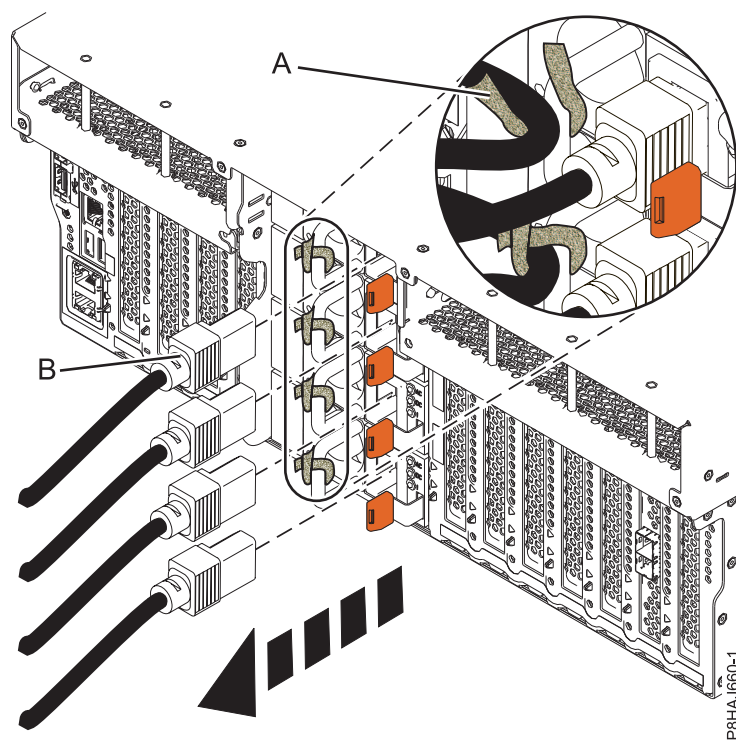
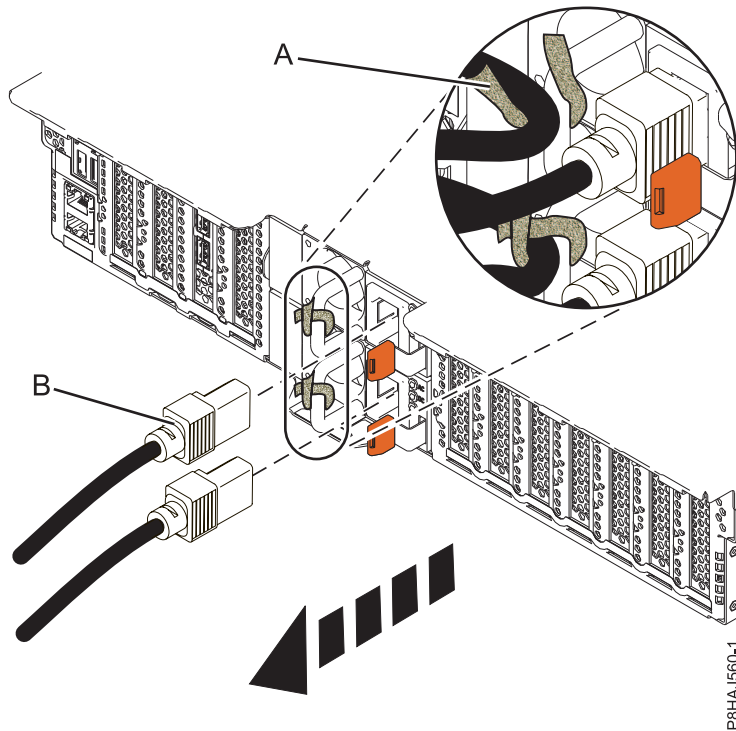
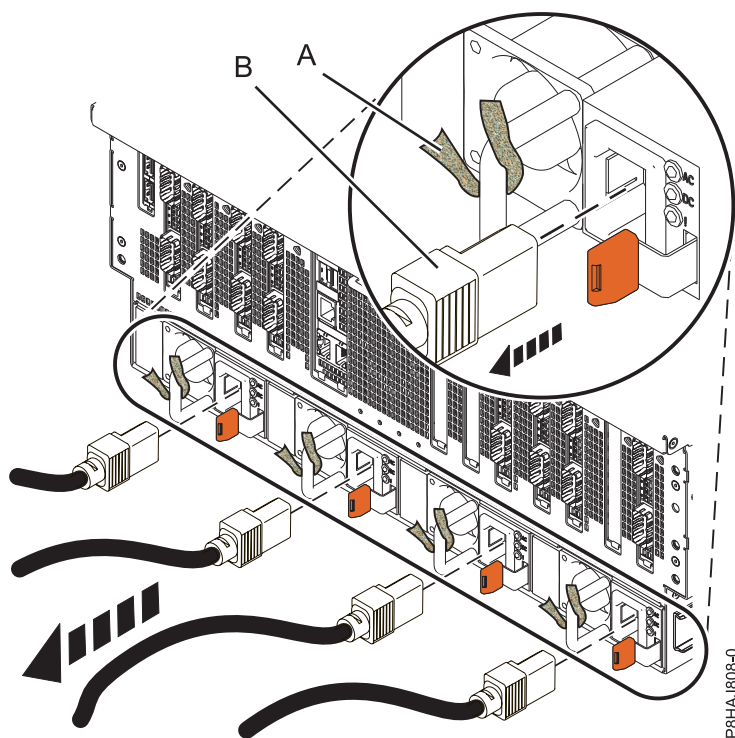

Figura 36. Extracció dels cables d'alimentació d'un sistema 8247-42L, 8286-41A o 8286-42A
Figura 37. Extracció dels cables d'alimentació d'un sistema 5148-21L, 5148-22L, 8247-21L, 8247-22L, 8284-21A, o 8284-22A
Figura 38. Extracció dels cables d'alimentació d'un sistema 8408-44E o 8408-E8E
3. Desconnecteu els cables d'alimentació (**B**) de la unitat del sistema. Consulteu Figura 36 a la pàgina 51, Figura 37 a la pàgina 51 o Figura 38 a la pàgina 52 depenent del tipus de sistema que tingueu.